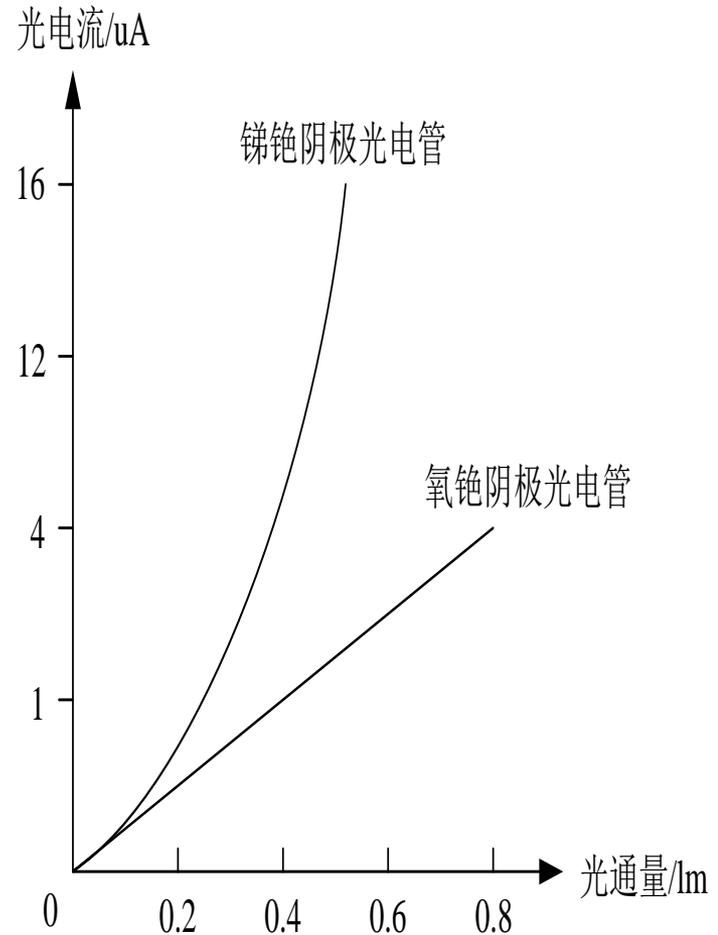

图7-4 光电管的光照特性
- 图7-4为氧铯阴极光电管和铯铯阴极光电管的光照特性。由图可知，氧铯阴极光电管的光照特性为线性关系，而铯铯阴极光电管的光照特性为非线性关系。